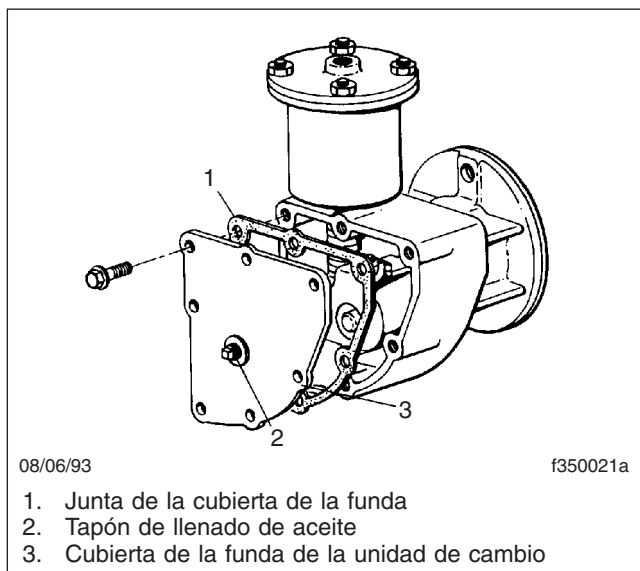

Figura 6, Unidad de cambio de ejes de dos velocidades
1. Retire la cubierta de la unidad de cambio. Vea la **Figura 6**. Drene y deseche el lubricante viejo. Deseche la junta de la cubierta de la funda.
1. Limpie el tapón de llenado de aceite de la unidad de cambio y su área circundante. Vea la **Figura 6**. Gire el tapón de llenado en sentido contrario al de las manecillas del reloj para retirarlo.